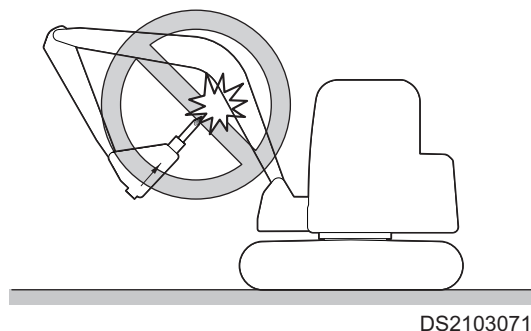

Figura 75
10. No "rice" la punta de la herramienta de martillo dentro del brazo de grúa o del mango de la cuchara cuando desplace o aparque la excavadora. Consulte Figura 75.